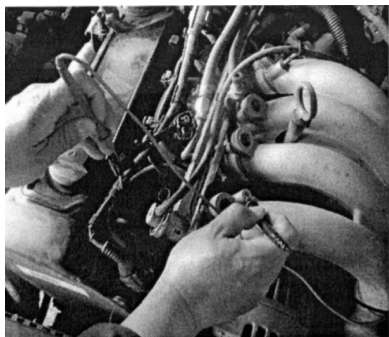

图 6-20 检查喷油器电源
① 点火开关置于 OFF 位置，脱开喷油器插接器。
② 点火开关置于 ON 位置，如图 6-20 所示，将电压表的负表笔搭铁，红表笔先后测量线束插接器的两个端子，其中的一个端子应有 12V 的电压。否则检查点火继电器以及点火继电器到蓄电池之间的线束连接情况。